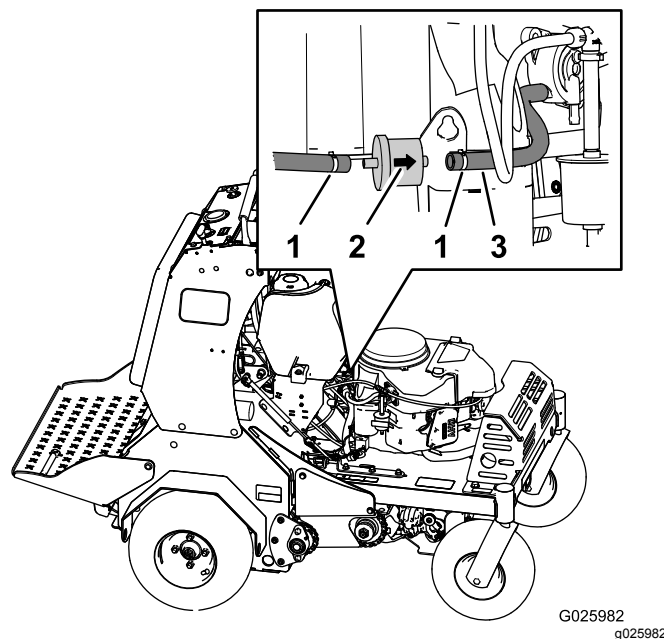

Figure 46
3. Pincez les extrémités des colliers et éloignez les colliers du filtre (Figure 46).
4. Détachez le filtre des conduites de carburant (Figure 46).
5. Posez le filtre neuf en orientant la flèche du sens d'écoulement comme montré à la Figure 46.
6. Alignez les colliers sur le flexible et les raccords du filtre à carburant (Figure 46).